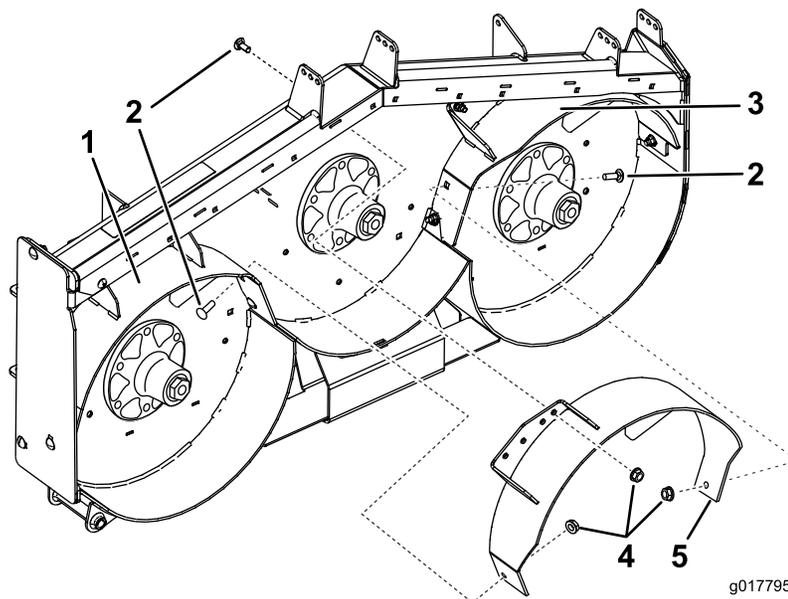
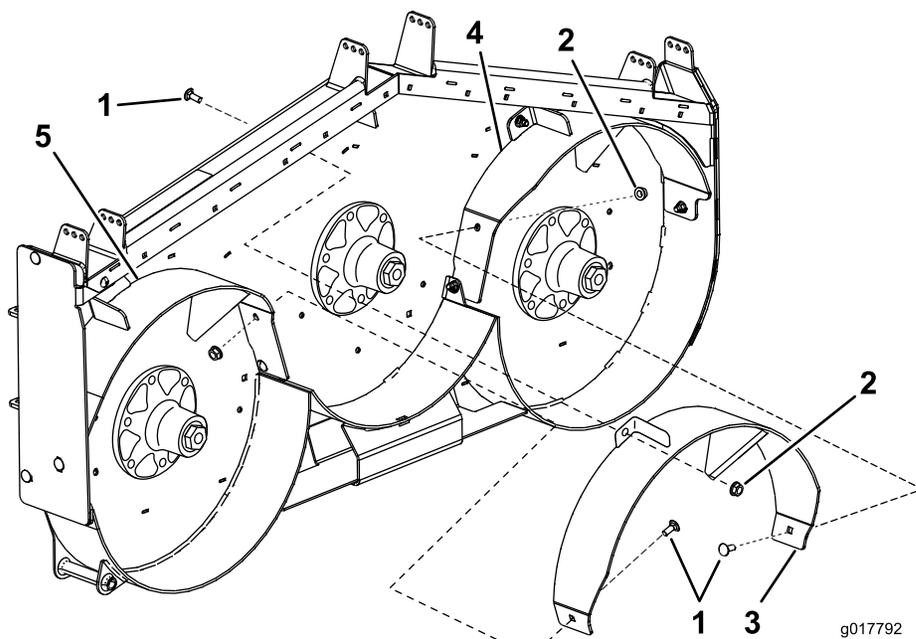

Figure 7
Figure 9
10. Fixez légèrement le déflecteur central au déflecteur gauche avec 1 boulon de carrosserie (3/8 x 1") et 1 écrou à embase (3/8") (Figure 7). Reportez-vous à la Figure 5 et la Figure 6 pour utiliser les trous corrects.
11. Fixez légèrement le déflecteur central au déflecteur droit avec 1 boulon de carrosserie (3/8 x 1") et 1 écrou à embase (3/8") (Figure 7).
12. Fixez légèrement le déflecteur central au sommet du tablier de coupe avec 1 boulon (3/8 x 1") et 1 écrou à embase (3/8") (Figure 7).
9. Fixez légèrement le déflecteur central au déflecteur gauche avec 1 boulon de carrosserie (3/8 x 1") et 1 écrou à embase (3/8") (Figure 9).
10. Fixez légèrement le déflecteur central au déflecteur droit avec 1 boulon de carrosserie (3/8 x 1") et 1 écrou à embase (3/8") (Figure 9).
11. Fixez légèrement le déflecteur central au sommet du tablier de coupe avec 1 boulon (3/8 x 1") et 1 écrou à embase (3/8") (Figure 9).
1. Serrez tous les écrous et boulons des déflecteurs (Figure 3, Figure 4, Figure 7, Figure 8 et Figure 9).